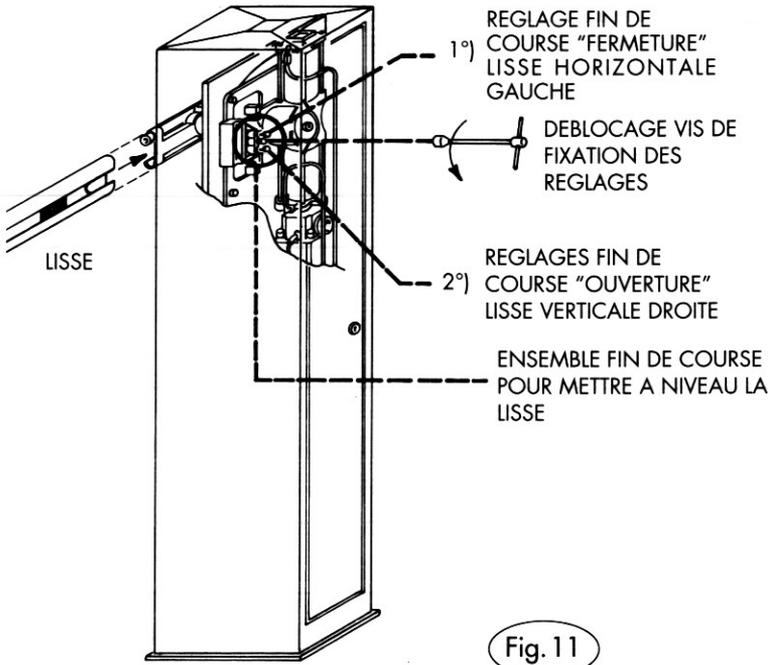

Fig. 11
Après avoir essayé le fonctionnement de la barrière, il faut mettre à niveau la lisse lorsqu'elle se trouve en fermeture et en ouverture au moyen des réglages positionnés sur le vérin hydraulique (voir fig. 11 et 13).
- Le réglage n° 2 règle la lisse en ouverture (position verticale) Fig. 11.
Faire le blocage des réglages fin de course comme mentionné à la fig. 11.